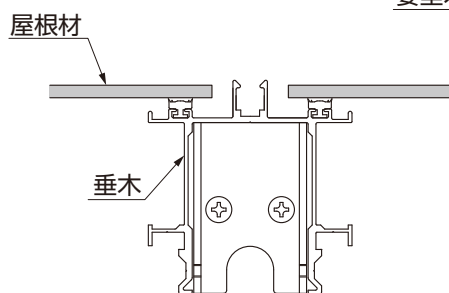

図9-6
- 屋根材は、のみこみが左右均等になるようにしてください。(図9-6参照)